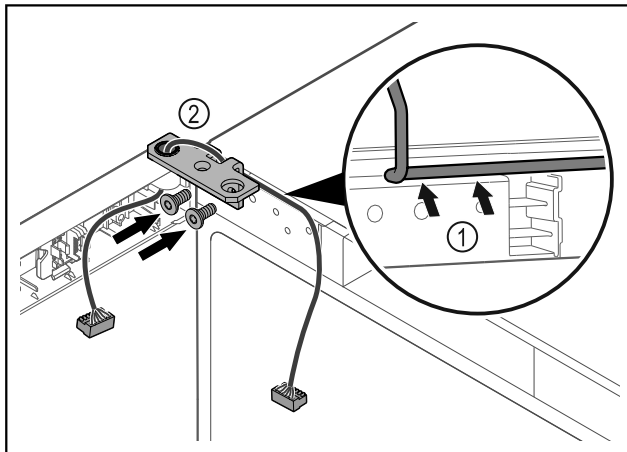

Fig. 45
- ▶ Før kablen forsiktig gjennom åpningen i hengselvinkelen, og legg den omhyggelig på plass Fig. 45 (1).
- ▶ Skru på hengselvinkelen Fig. 45 (2).